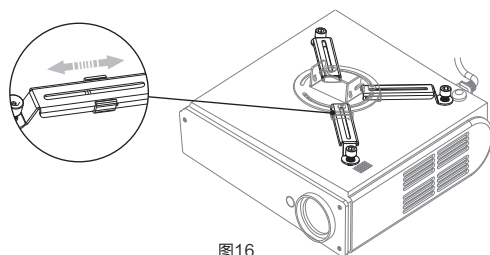

图16
2、如果为三个安装孔,需要先把四个安装臂(4-3)从安装支架拆下。首先把三个安装臂(4-3)装到投影机,尽量把安装底盘(4-6)保持在投影机的中心位置,通过调整滑动安装部件(4-5)的位置将安装臂(4-3)连接安装底盘(4-6)如图16。